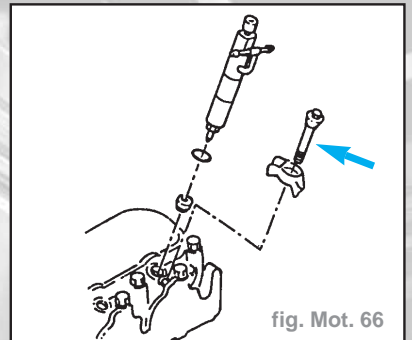

fig. Mot. 66
- Déposer la vis de fixation de l'injecteur (flèche) (fig. Mot. 66)